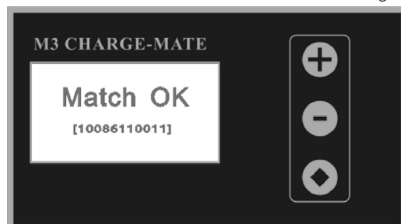

Fig. 3
**Étape 3 :** Une fois la connexion réussie, vous entendrez un bip et l'écran affichera «Match OK» et le code de la borne de recharge de la série KS X (KS X32/1, KS X16/3, KS X32/3) (Fig. 3).